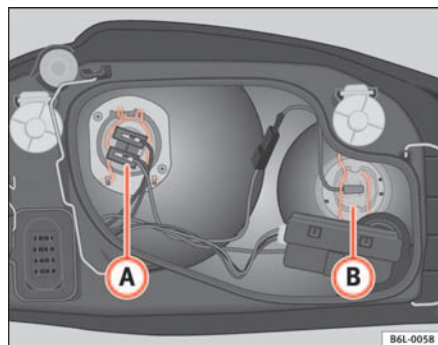

Fig. 145 Lampe feux de route
- Extraire le connecteur du câble de la lampe (B) ⇒ fig. 145.